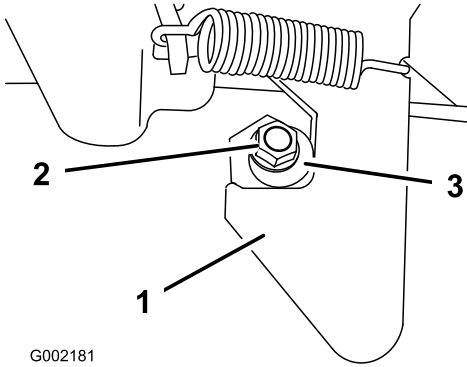

図 54
1. ラッチポストの端についているロックナットをゆるめる図 54。
2. ラッチポストを右回りに回転させてラッチのフック部にちょうどはまるようにする図 54。